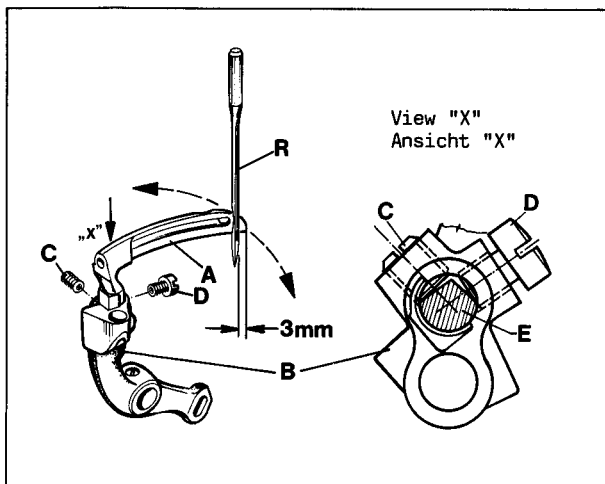

Fig.5
Remove the cloth plate with hinge plate and throat plate, the feed dog, the throat plate support and the needle guard. Insert the lower looper (A, Fig. 5) into the rear hole of the looper lever (B). Now snug the set screw (C) at the back of the looper lever against the flat on the looper shank (E) so that the lower looper point passes as close as possible to the spot on the back of the right needle (R), without deflecting it. Now tighten the second screw (D) firmly.
Rotate handwheel in operating direction until the point of lower looper (A, Fig. 5) projects 3 mm (1/8") to the right from the right side of the right needle. Lower edge of looper and upper edge of needle eye must be flush in this position.
Entfernen Sie die Stoffplatte mit Scharnierplatte und Stichplatte, den Transporteur, die Stichplattenstütze und den Nadelanschlag. Stecken Sie den Untergreifer (A, Fig. 5) in die hintere Bohrung des Greiferhebels (B). Legen Sie nun den Gewindestift (C) hinten im Greiferhebel an der Fläche des Greiferschaftes (E) so an, daß die Untergreiferspitze so dicht wie möglich in der Hohlkehle auf der Rückseite der rechten Nadel (R) vorbeigeht, ohne diese abzulenken. Ziehen Sie dann die zweite Schraube (D) gut an.
Drehen Sie das Handrad in Nährichtung bis die Spitze des Untergreifers (A, Fig. 5) 3 mm rechts von der rechten Seite der rechten Nadel steht. In dieser Stellung müssen Unterkante Greifer und Oberkante Nadelöhr bündig sein.